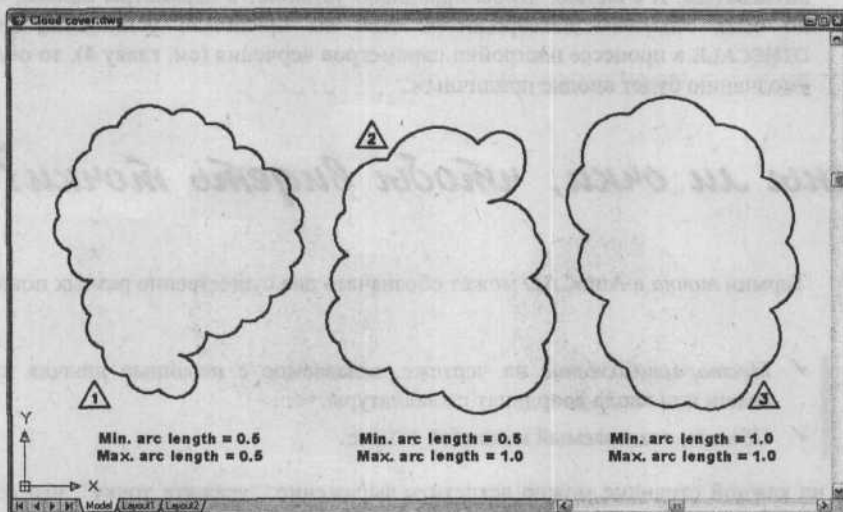

Рис. 6.11. Примеры облаков; внизу приведены минимальная и максимальная длины дуг
Ниже приведены команды рисования облака, а примеры облаков демонстрируются на рис. 6.11.
- ✓ Часто возле облака полезно располагать треугольную надпись с номером исправления (см. рис. 6.11). Для создания такой надписи удобно применить блок с атрибутом, как описывается в главе 13.